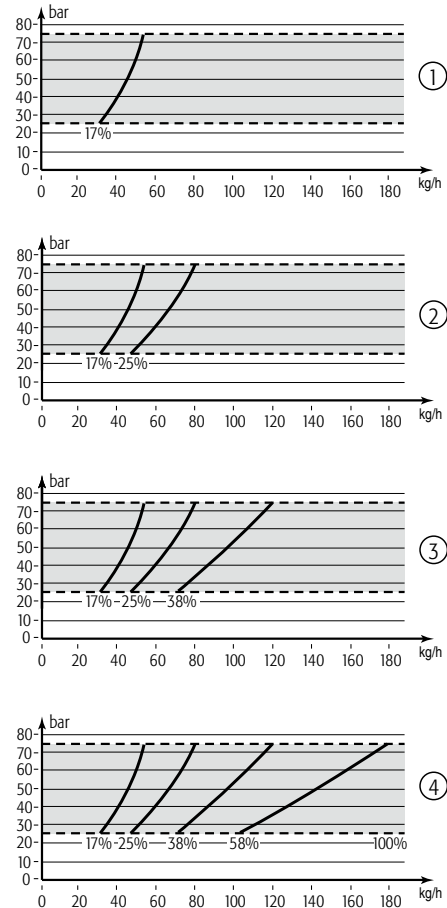

Fig. 8.a
Como descrito em detalhes no parágrafo "humiFog em controle de capacidade", o controlador deste aparelho regula a capacidade de umidificação e ou refrigeração controlando a capacidade de água atomizada de modo contínuo e em um amplo intervalo de modulação. A manutenção da pressão em descarga, nos limites da otimização ideal da água, é garantida tanto pelo limiar de modulação da velocidade da bomba quanto pelo controle do número de bicos que atomizam a água. Por exemplo: se for requisitada uma pequena capacidade, somente o primeiro grupo de bicos será ativado e a velocidade de rotação da bomba será regulada para fornecer a capacidade requisitada (Fig. 8.a item 1). Se a requisição aumentar, a velocidade da bomba aumenta e, conseqüentemente, aumentam também a capacidade e a pressão em descarga. Se a pressão superar o limite máximo (75 bar, configurável), o humiFog ativa um outro grupo de bicos (4 grupos, no máximo), Fig. 8.a, item 2, para que, com a mesma capacidade, a pressão de trabalho diminua e esteja nos limites (de 25 a 75bar, configuráveis). Se a requisição aumentar ainda mais, a bomba aumenta a capacidade e a pressão até que, se necessário, o humiFog ativa um outro grupo de bicos, o terceiro (Fig. 8.a item 3). O processo repete-se até alcançar a máxima capacidade, que corresponde a todos os grupos de bicos em função e a bomba na capacidade máxima do rack (Fig. 8.a item 4). O sistema atua de modo análogo se a requisição diminuir, reduzido a velocidade e, de conseqüência a capacidade da bomba, além de desativar um grupo de bicos depois do outro.